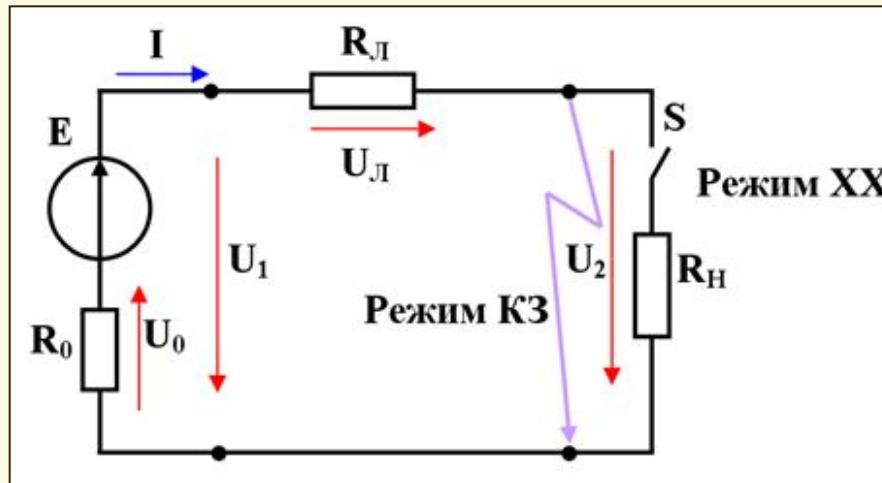

Рис.6. Схема замещения одноконтурной цепи
**Коэффициент полезного действия (КПД)  $\eta$**  системы электроснабжения на примере цепи постоянного тока (см. рис. 6), как и любой другой замкнутой энергетической системы, не обязательно электрического характера, определяется как отношение полезной мощности  $P_2$ , выделяемой в нагрузке  $R_H$  к мощности  $P_1$ , вырабатываемой в источнике энергии этой системы: